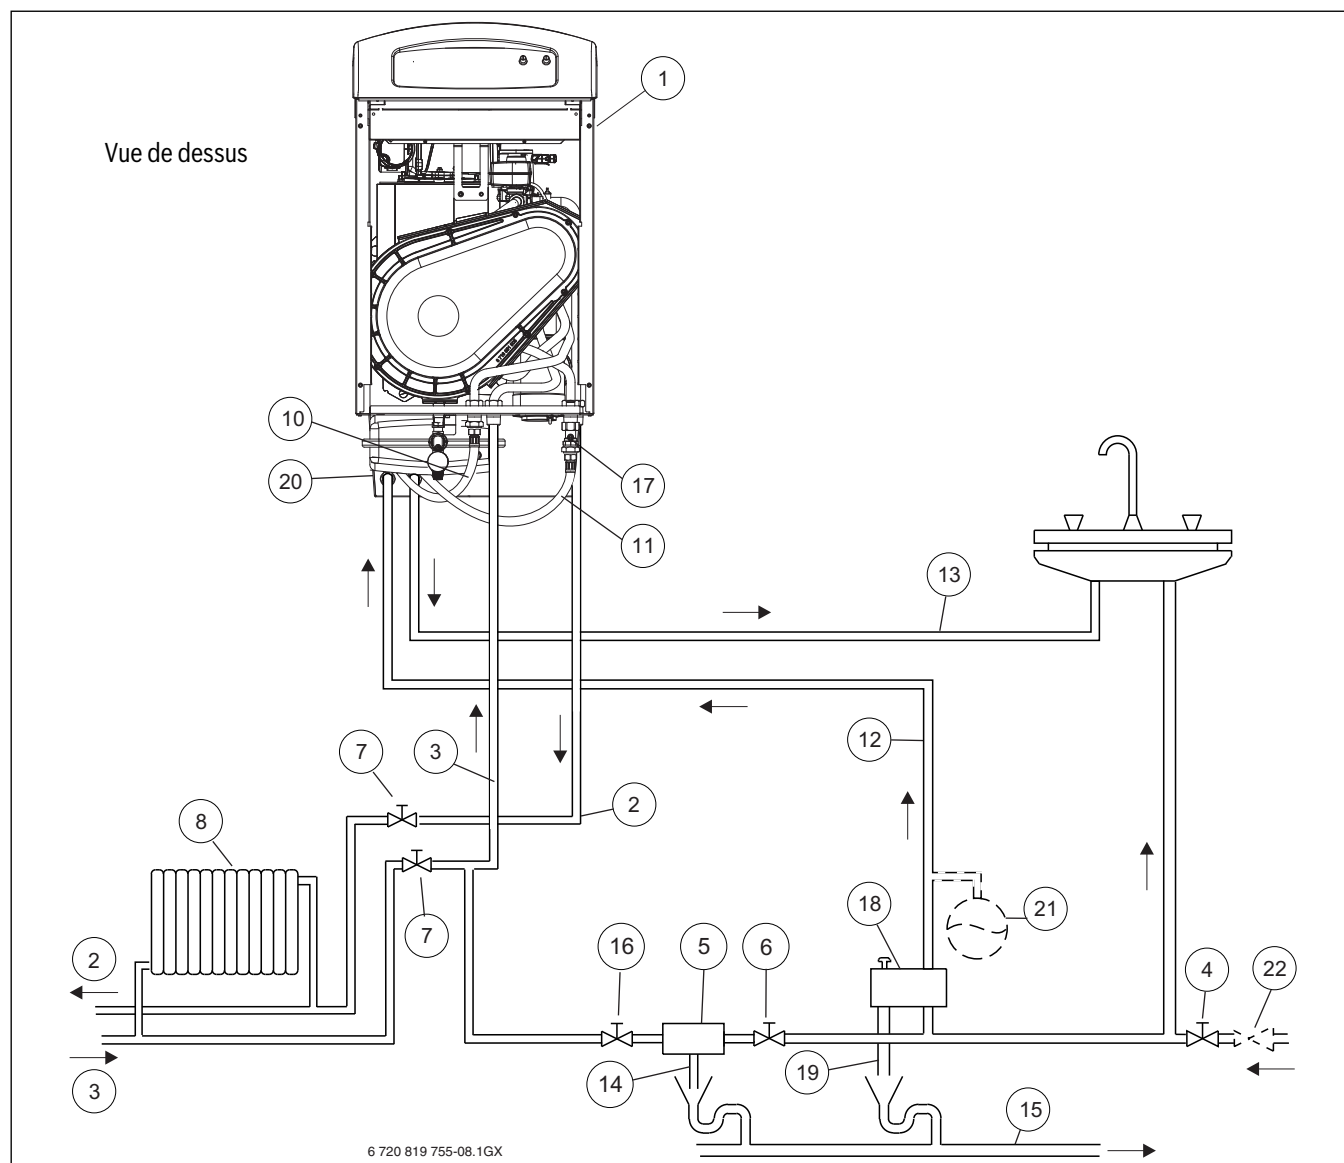
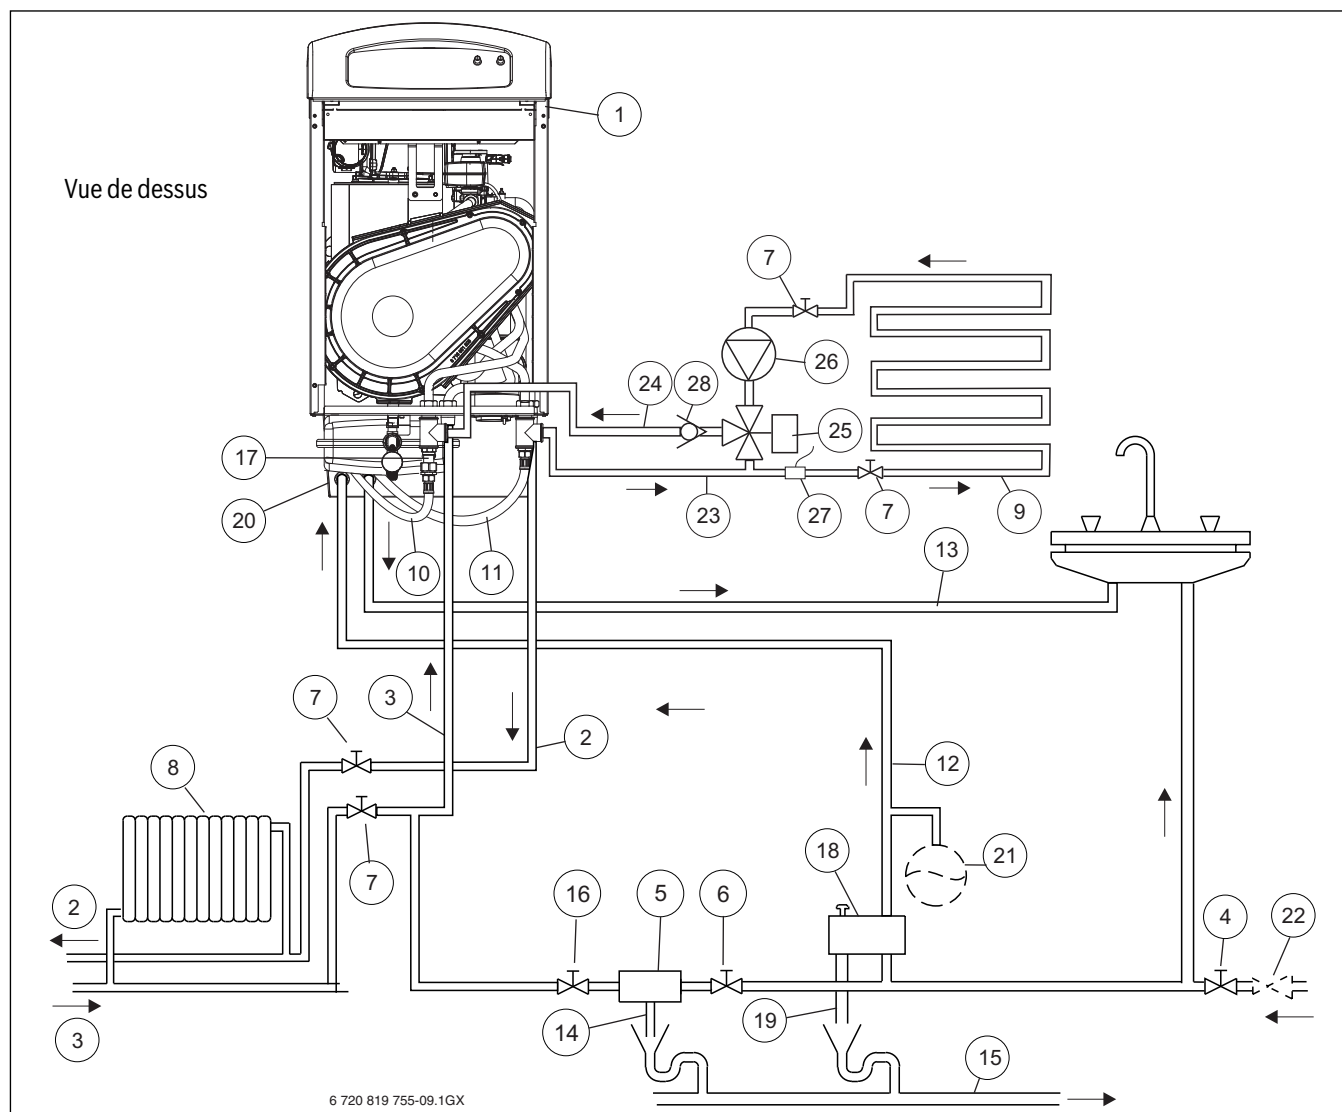

Fig. 10
Fig. 11
- ▶ effectuer la mise en eau du ballon à l'aide du groupe de sécurité (→ [18], fig. 10 et fig. 11, page 12) de l'installation en prenant soin d'ouvrir un robinet d'eau chaude.